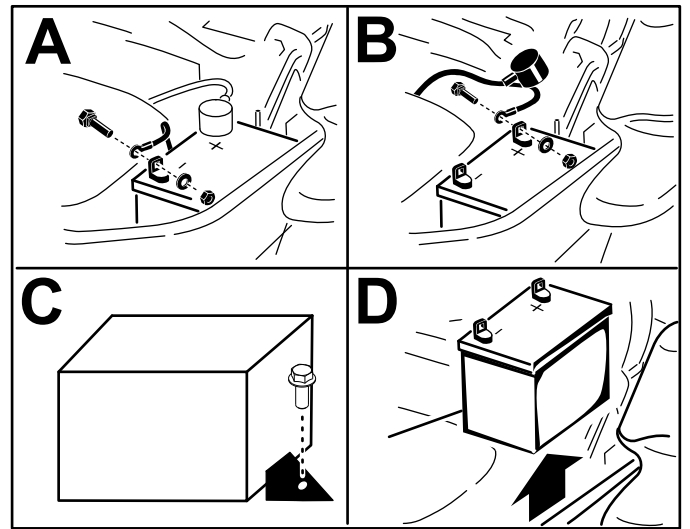

Figura 63
5. Retire la batería según se muestra en la Figura 63.